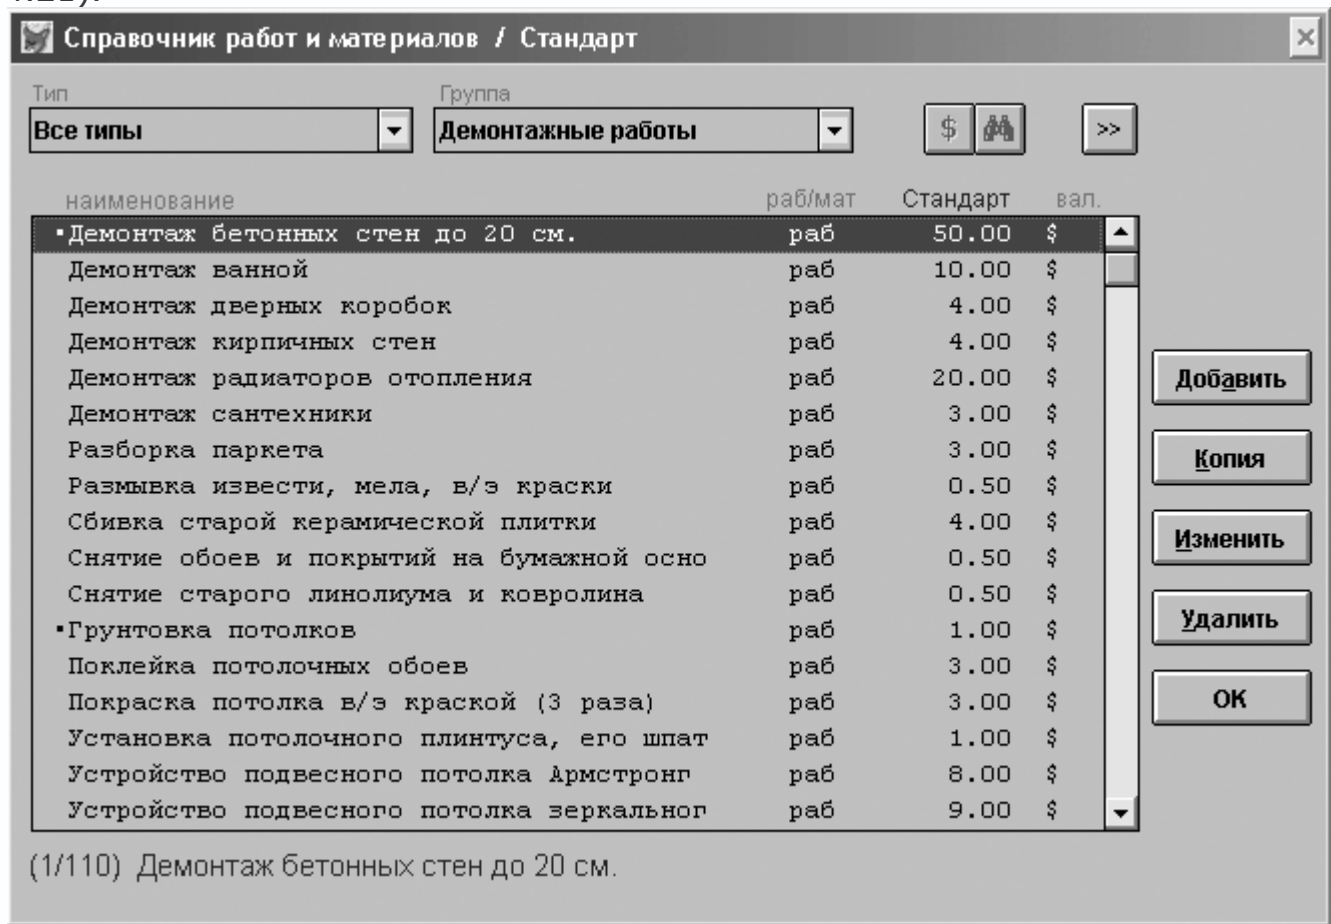

Рис. 4.21. Справочник работ и материалов
Запустите программу и выполните команду меню Ремонт → Работы и материалы. На фоне главного окна программы откроется окно Справочник работ и материалов / Стандарт (рис. 4.21).
- Все типы – в списке отображаются все материалы и виды работ, сгруппированные по определенным признакам (см. рис. 4.21);